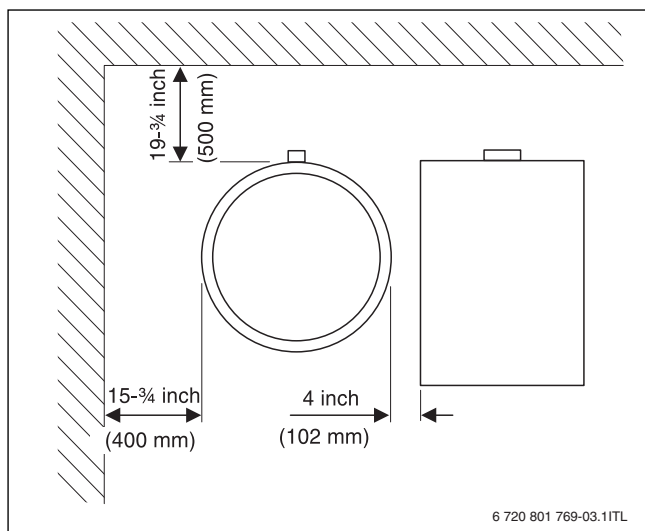

Fig. 6 Distancias mínimas a la pared recomendadas
- Tener en cuenta la altura mínima (→ tab. 6, pág. 25) y las distancias mínimas respecto a la pared en la sala de instalación (→ fig. 6).